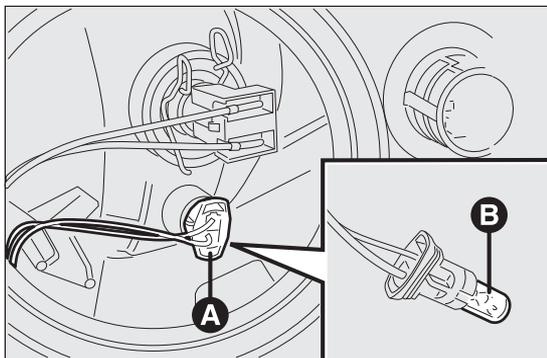

Abb. 190
- die Lampensockelbaugruppe A Abb. 190 herausnehmen (durch Druck eingesetzt), die Glühlampe B herausnehmen und auswechseln;
- die Lampensockelbaugruppe A Abb. 190 durch Drücken wieder einsetzen;